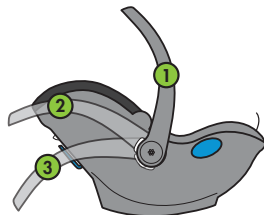

Figura 24
La manija de transporte tiene tres posiciones de ajuste, como se muestra en la **Figura 24**: Vertical (1), Plegada (2), Suelo (3).